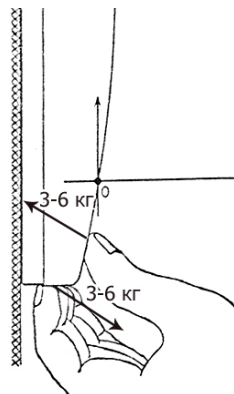

Рисунок 2. Снятие передней панели
точки «0» в соответствии с рис. 2. Большие пальцы расположите над защелками и как можно ближе к точке «0».
2.2.7 Закройте переднюю панель блока в порядке, обратном порядку снятия (рис. 2).